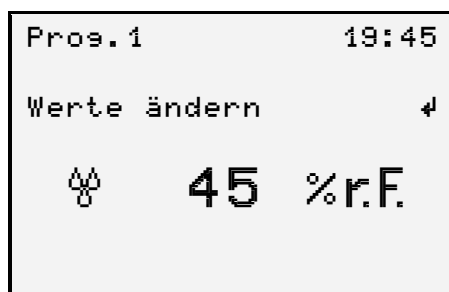
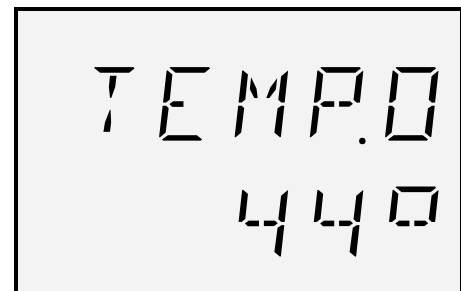

Abb. 5: Ansicht "Sauna mit Feuchte" (Beispiel)
Abb. 6: Ansicht "Infrarot" (Beispiel)
1. Die Ansicht "Sauna" (Abb. 4), "Sauna mit Feuchte" (Abb. 5) oder "Infrarot" (Abb. 6) wird angezeigt.